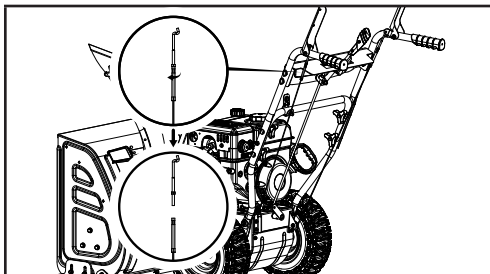

Figure 37
4. Dévissez le boulon de la fil de commande de la tarière (figure 37).